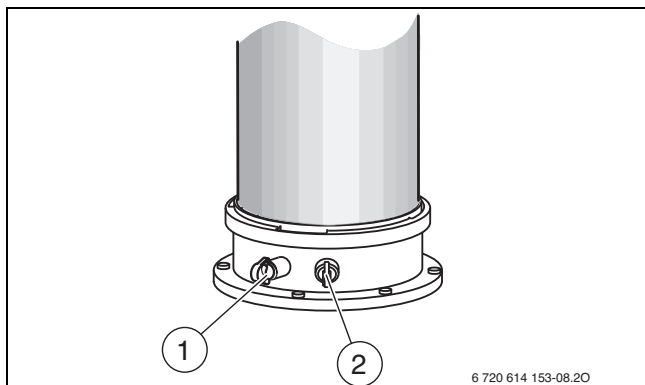

Fig. 38 Pieza de conexión para la medición de los gases de escape y pieza de conexión para la medición del aire de combustión
- ▶ Retirar tapones de los soportes de medición de gases de escape [1] (→ fig. 38).